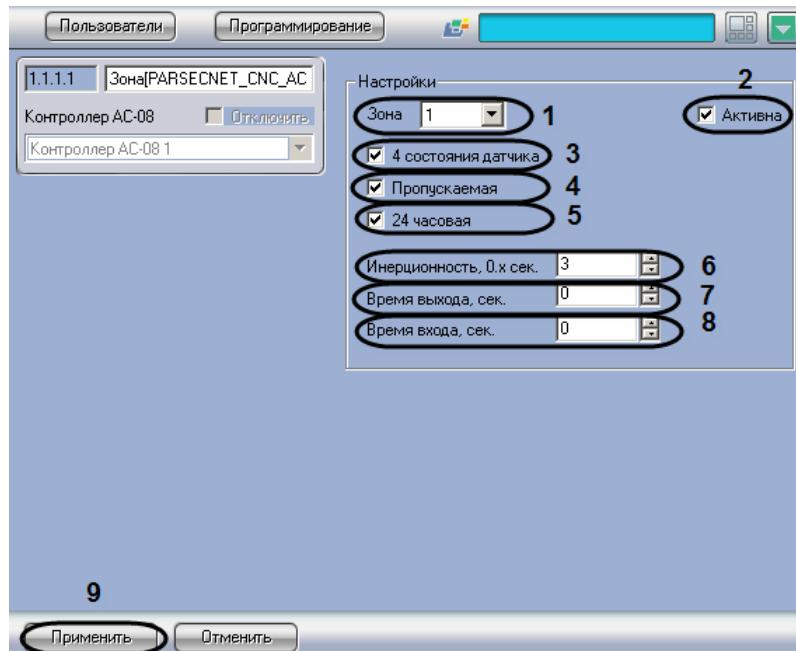

Рис. 3.5—9 Панель настроек объекта Зона
- Из раскрывающегося списка объекта **Зона** выбрать порядковый номер охранной зоны (см. Рис. 3.5—9,1).
- Установить флагок **Активна**, если необходима активация охранной зоны (см. Рис. 3.5—9,2).